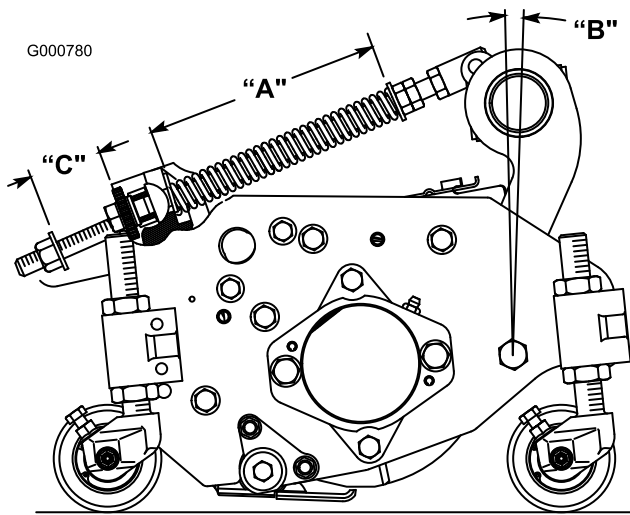

図 8
ターフ補正スプリング(図 8)は、キャリアフレームとカッティングユニットをつないでおり、前後の揺れの大きさの調整と、移動走行中や旋回動作中の地上高の調整を行っています。
1. スプリングロッド後部のロックナットを締め、すきま (C) を 25 mm とする(図 8)。
2. スプリングロッド前部の六角ナットを締め、スプリング（圧縮状態）の長さ（A）が 20.3 cm になるようにする（図 8）。
注 ラフで使用する時やアンジュレーションの大きなフェアウェイを刈る時は、上記の長さ（A）を 21.6 cm とし、スプリング ブラケット後部とワッシャ前面のすきま（C）を 38 mm としてください（図 8）。